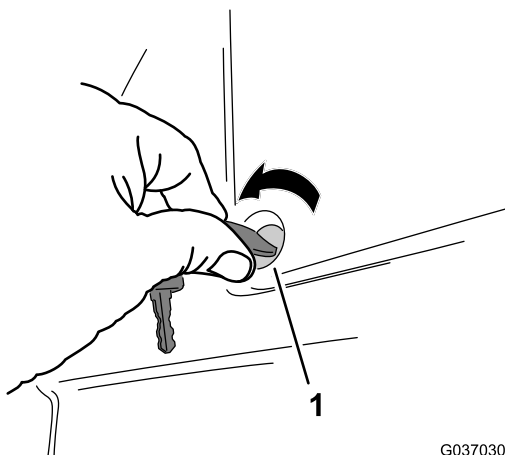

Figura 1
1. Ruotate in senso antiorario i 2 dispositivi di fissaggio a un quarto di giro che fissano il coperchio della batteria alla piattaforma dell'operatore e rimuovete il coperchio (Figura 1).